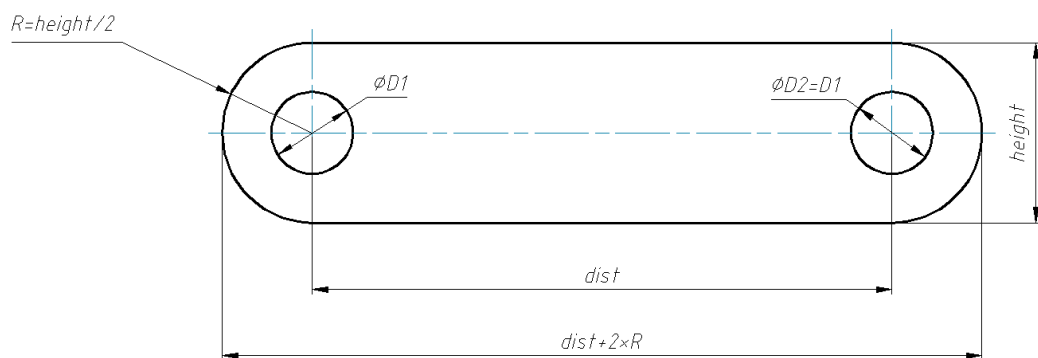

Рис. 5.7. Ескіз завдання 5.1
**Завдання 5.1.** Розробити кресленик деталі (рис. 5.7). Кресленик повинен мати спроможність зміни розмірів безпосередньо завданням нових значень довжини, висоти, діаметру. Контур пластини не повинен змінювати форму при зсувах, поворотах і т.д.